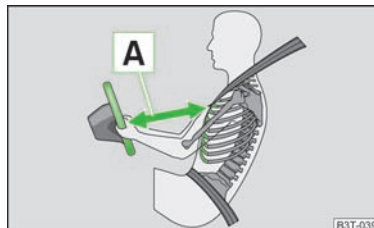

Fig. 141
- Atât pentru șofer cât și pentru pasagerul față este important să păstreze o distanță de aproximativ 25 cm față de volan, respectiv de planșa de bord » fig. 141 A. Dacă nu se respectă această distanță, sistemul airbag nu își poate exercita eficiența maximă – Pericol! Pe lângă acestea, scaunele din față și teierele trebuie să fie întotdeauna reglate în funcție de mărimea corpului.